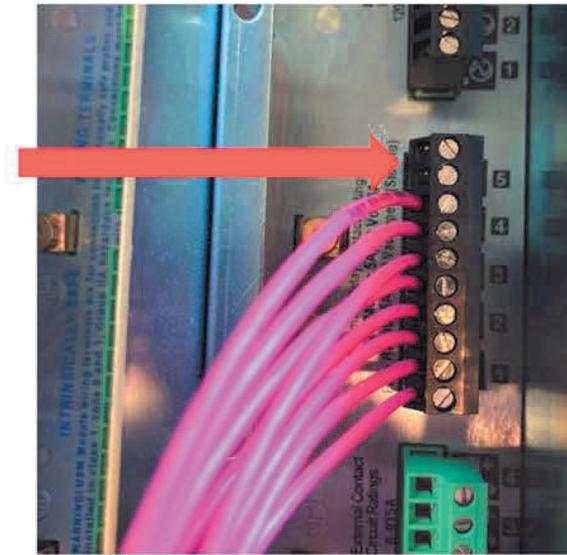

Figura 3-3: Puerto de relé R5 abierto
2. Inspeccione el módulo de E/S en la bahía de alimentación TLS, observe el conector central. Si no hay puertos de relé disponibles en el módulo de E/S, continúe con el paso 5. **Ver Figura 3-3 y 3-4**